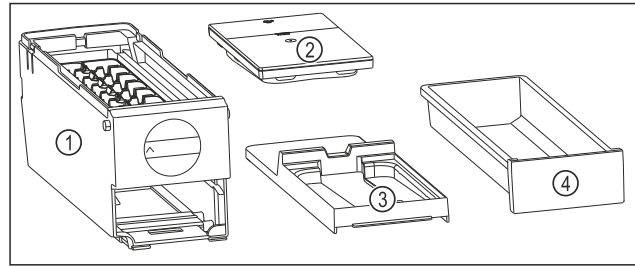

Fig. 147 Съставни части на EasyTwist-Ice
- ▷ EasyTwist-Ice е разглобен на четири части. (виж Fig. 147)
- ▶ Разглобявайте EasyTwist-Ice само на изобразените съставни части. (виж Fig. 147)
- ▶ Почистете корпуса на EasyTwist-Ice Fig. 147 (1) като едно цяло.